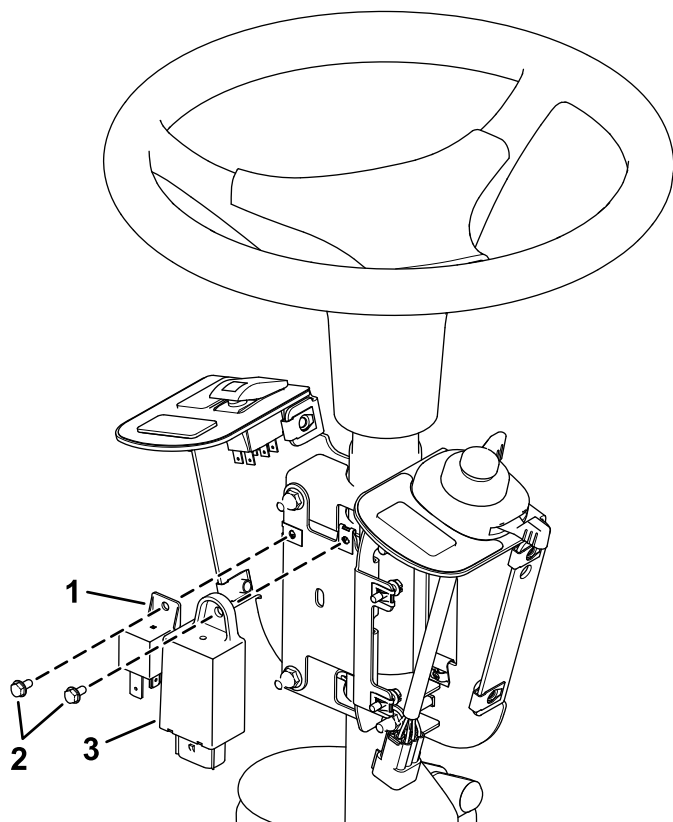

Figura 7
4. Instale o pisca e o relé na placa de montagem do fusível utilizando dois parafusos (n.º 10 x $\frac{3}{8}$ pol.) como se mostra na Figura 7.